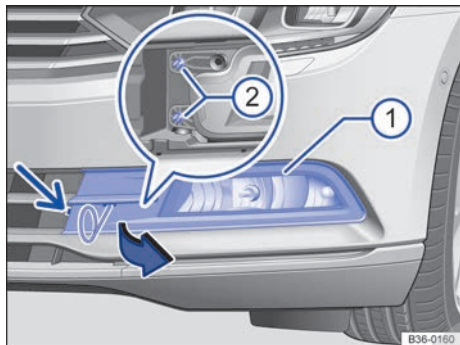
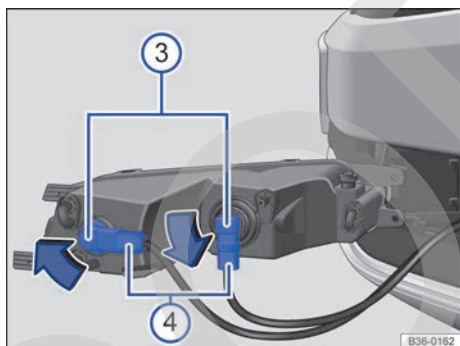

Fig. 230 En el lado izquierdo del paragolpes delantero: faro para la luz antiniebla y la luz diurna.
Fig. 231 Cambiar la lámpara del faro.
- ① Tenga en cuenta la lista de comprobación y lleve a cabo las operaciones descritas en ella → pág. 288.
- ② Desenrosque el tornillo de fijación de la tapa → fig. 230 con el destornillador de las herramientas de a bordo → pág. 284.
- ③ Introduzca el gancho de alambre de las herramientas de a bordo → pág. 284 en el rebaje tal y como se muestra y tire de la cubierta → fig. 230 hacia delante, en el sentido de la flecha, con el gancho.
- ④ Desenrosque los tornillos de fijación del faro → fig. 230 ② con el destornillador.
- ⑤ Tire del faro hacia delante y extráigalo del paragolpes → fig. 231.
- ⑥ Desbloquee el conector → fig. 231 ④ de la lámpara averiada y desáccoplelo.
- ⑦ Para desbloquear la lámpara → fig. 231 ③, gírela en el sentido de la flecha y extráigala del faro.
- ⑧ Sustituya la lámpara averiada por otra nueva del mismo tipo.
- ⑨ Coloque la lámpara → fig. 231 ③ en el faro y gírela en el sentido contrario al de la flecha → fig. 231, hasta el tope, hasta situarla en su posición original.
- ⑩ Encaje el conector → fig. 231 ④ en la lámpara hasta que oiga que ha encastrado.
- ⑪ Coloque el faro en el paragolpes.
- ⑫ Enrosque los tornillos de fijación del faro → fig. 230 ②.
- ⑬ Vuelva a colocar la cubierta → fig. 230 ① en el paragolpes y encástrela.
- ⑭ Enrosque el tornillo de fijación de la cubierta → fig. 230 (flecha pequeña).